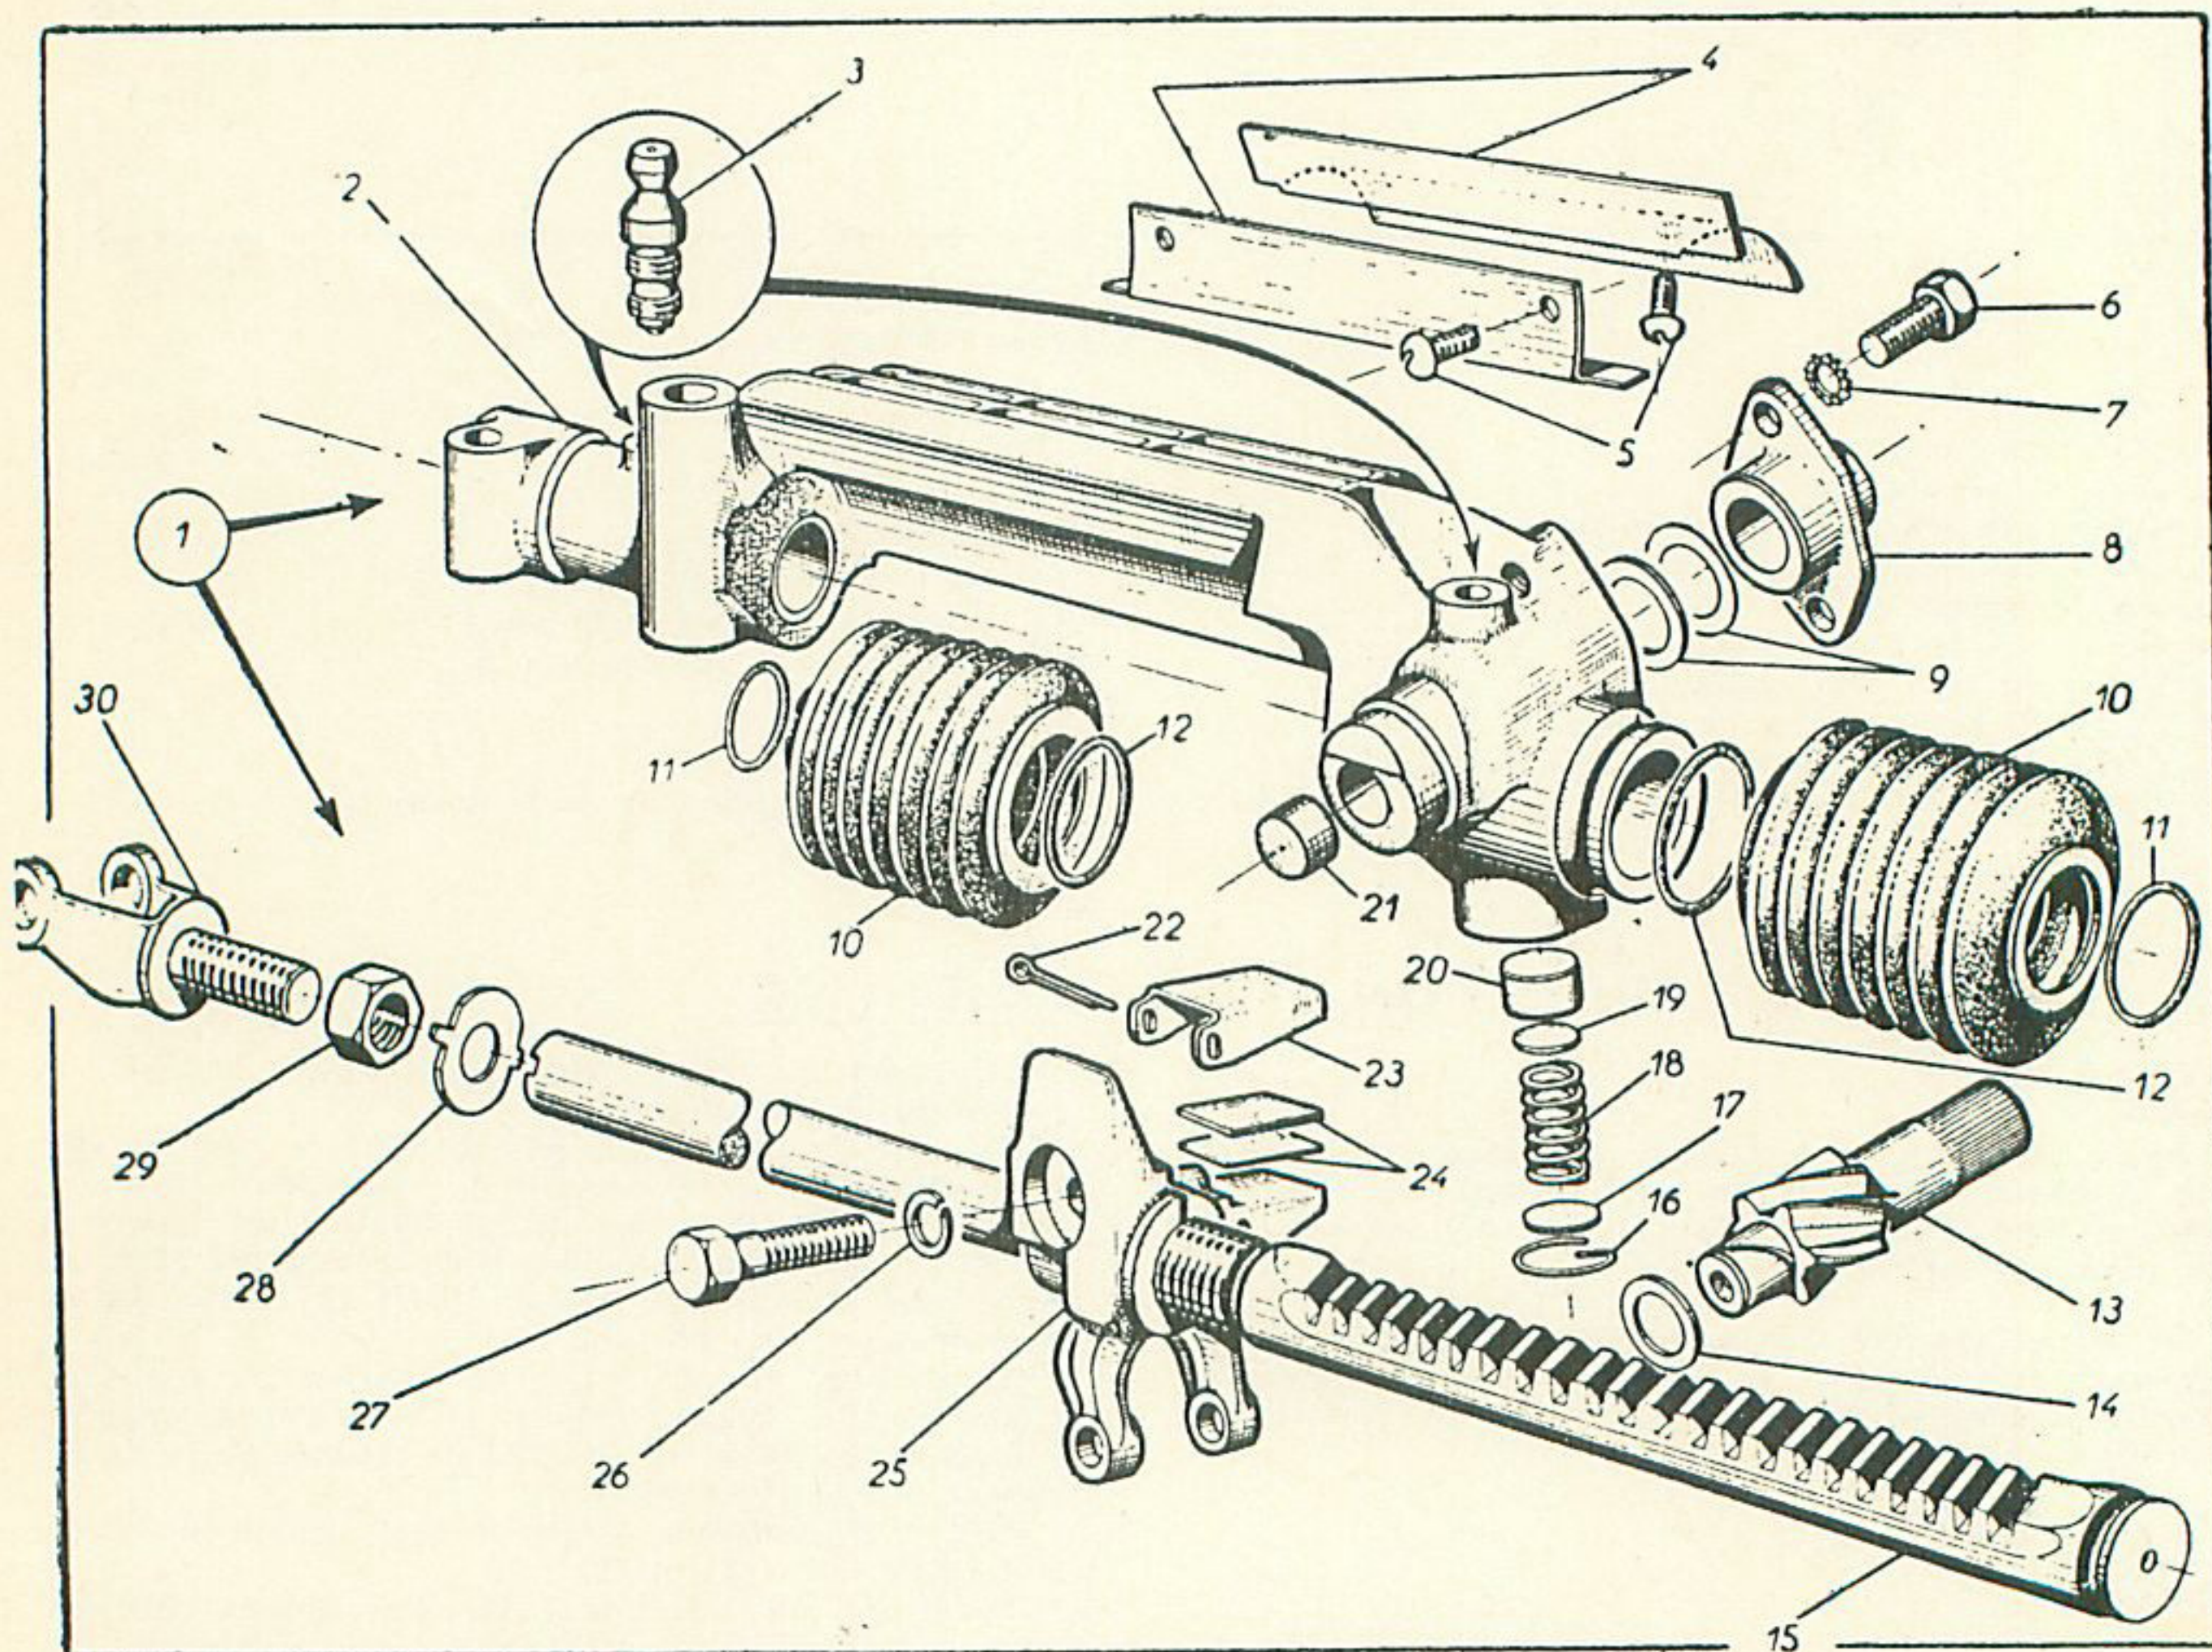

Fig. 44. — Boîtier de direction.
Après avoir déposé le tube de direction comme indiqué ci-dessus, désaccoupler les leviers de direction côtés gauche et droit, fixés aux fusées AV par deux vis six pans (6) freinées (fig. 44).
Procéder dans l'ordre inverse et refaire le réglage du parallélisme, comme indiqué plus loin (fig. 44).